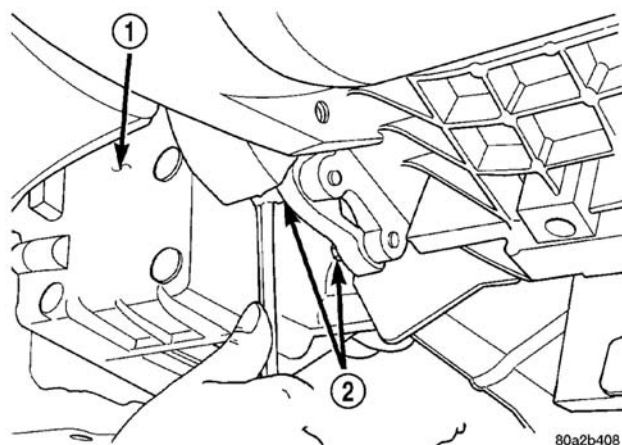
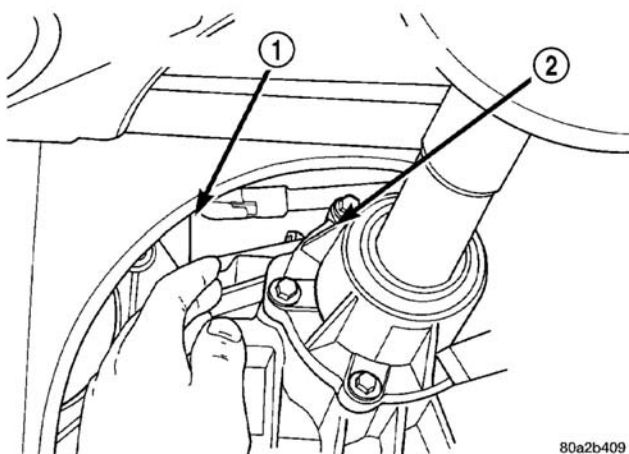

图 13 P.T.U. 下安装螺栓
图 14 P.T.U. 上安装螺栓
(8) 取下固定 P.T.U. 的四个螺栓（图 13）与（图 14）。